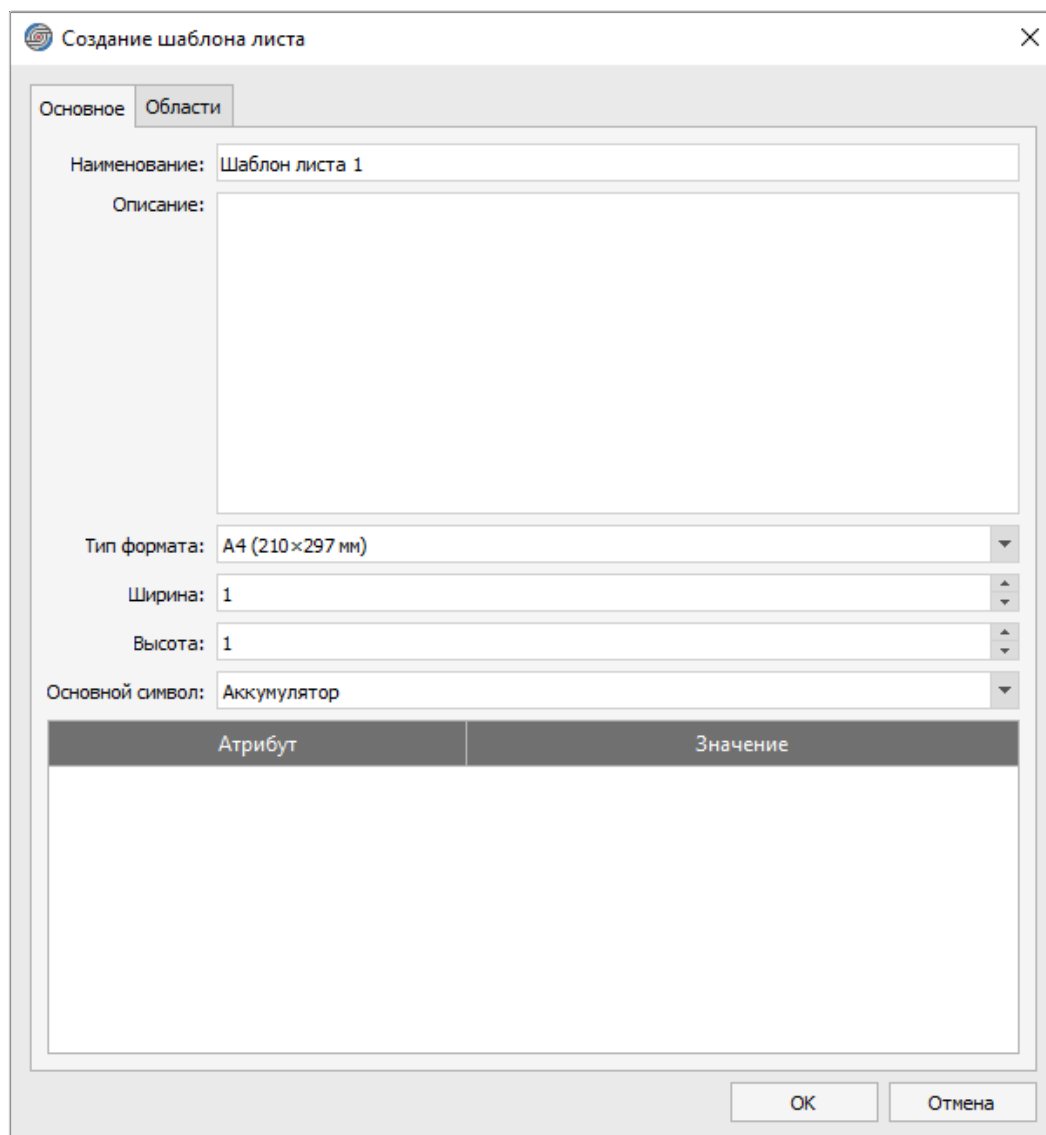

Рисунок 40. Окно «Создание шаблона листа»
- «Шаблон» — открывает окно для добавления в базу компонентов нового шаблона листа (см. рисунок 40);